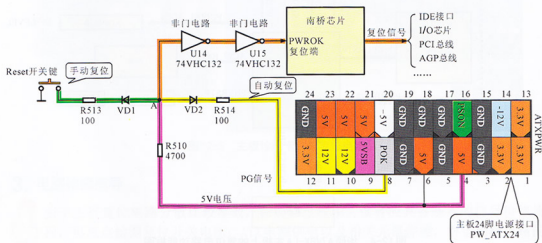

图12-2 电源供电和复位电路的结构(24脚ATX电源)
如图12-2所示为手动复位的信号流程，南桥芯片的PWMOK为复位信号输入端，它复位需要一个由低到高的电平跳变信号。自动复位信号是由ATX电源的⑧脚POK端提供的。